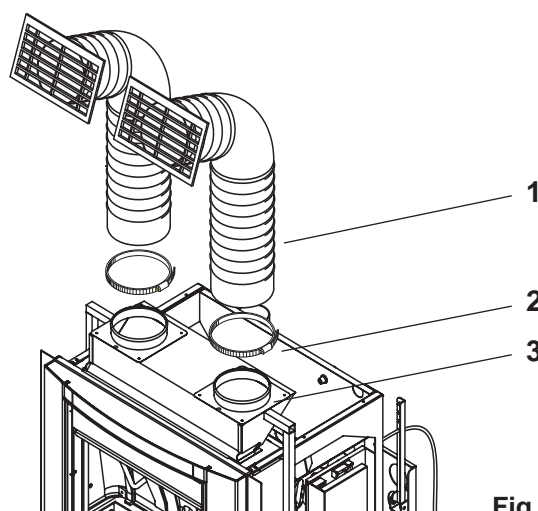

Fig. 6.4.1
Prendere il tubo flessibile alle estremità e allungarlo, accompagnandolo con un movimento rotatorio (Fig. 6.4.1).
Fissare il tubo (1) ai collari (3) con le fasciette (2) (Fig. 6.4.1).